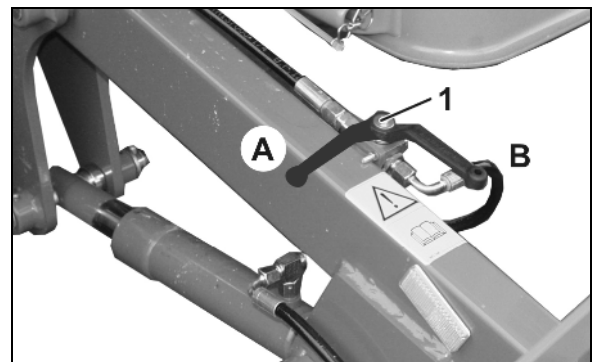

Рис. 99
7. Установите рычаг селектора (Рис. 99/1) в положение **А**.
4. При помощи гидравлики разложите загрузочный шнек (Рис. 99/2).
6. При помощи гидравлики приведите в действие загрузочный шнек (Рис. 99/1).
8. При помощи гидравлики сложите загрузочный шнек (Рис. 99/2).